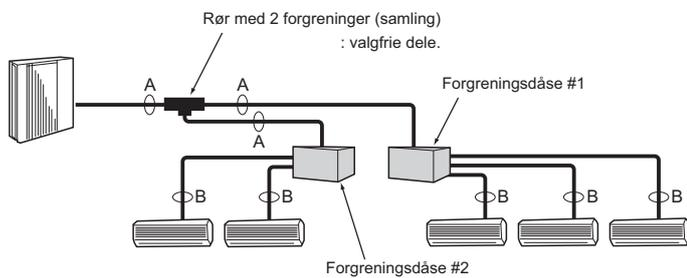

Fig. 5-3
5.4. Valg af rørstørrelse (Fig. 5-3)